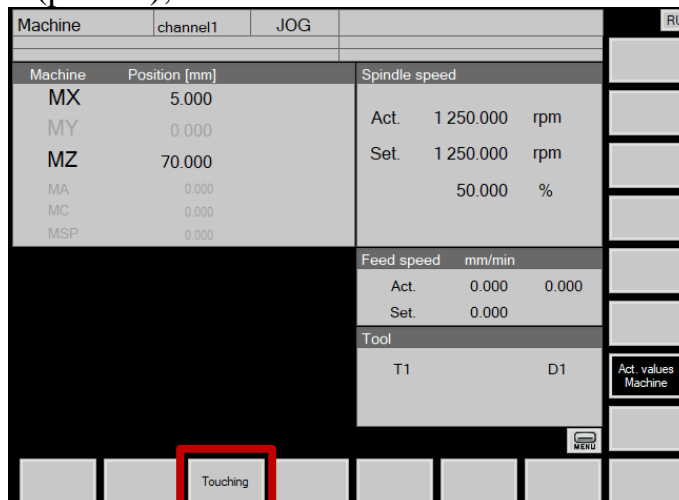

Рис.78. Кнопка «Touching»
4. На пульте управления нажать кнопку «Touching» в горизонтальном ряду кнопок экрана (рис.78);